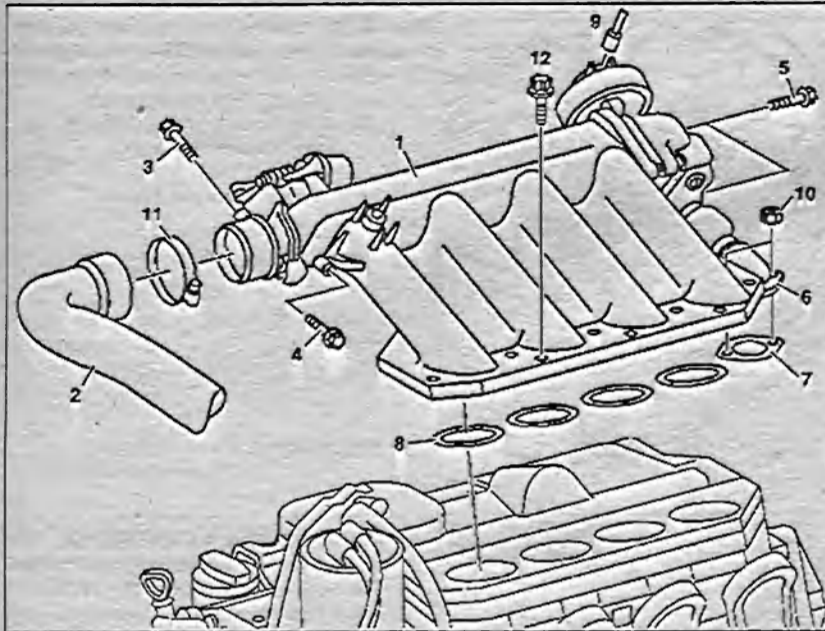

Рис. 3.49. Снятие и установка верхней части коллектора распределения нагнетаемого воздуха:
1. Отсоедините воздуховод 2 от верхней части коллектора распределения нагнетаемого воздуха 1 (рис. 3.49).